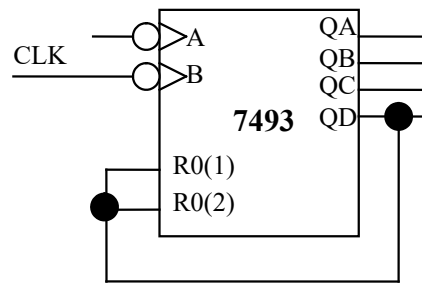

Figura 10.6 Numărător modulo 4 realizat cu circuitul 7493
Ne propunem să realizăm cu circuitul 7493 (numărător asincron binar) un numărător modulo 4. Secvența de numărare a acestui numărător este: 000, 001, 010, 011, 000. Pentru a realiza această secvență este necesar să se aducă numărătorul în starea 000 prin activarea intrărilor asincrone de ștergere R0(1) și R0(2), atunci când numărătorul ajunge în bucla de numărare în starea 100 (figura 10.6).